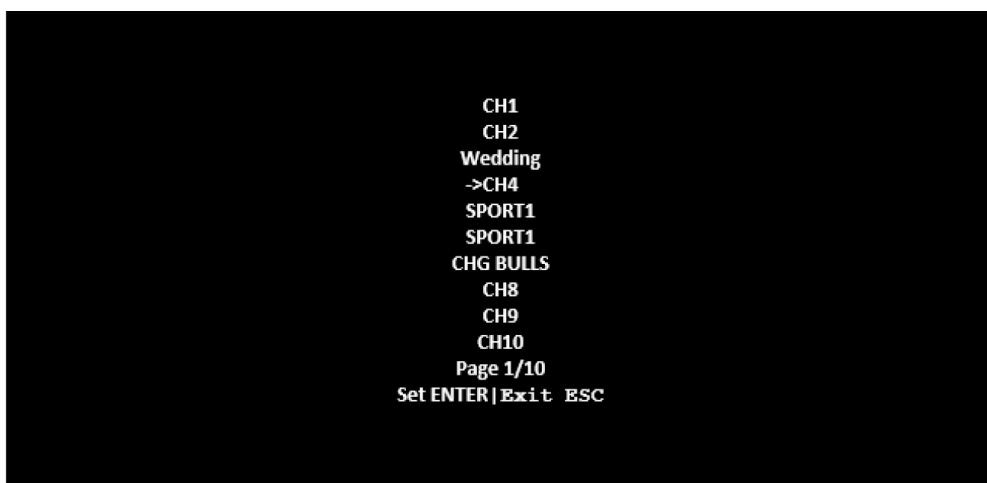

Рис. 35. Экранное меню (OSD), отображающее названия транслируемых каналов
- Дважды кликните клавишей **Caps Lock** на клавиатуре для вызова экранного меню (OSD). Появляется экранное меню (OSD), отображающее названия транслируемых каналов (см. рисунок 35)